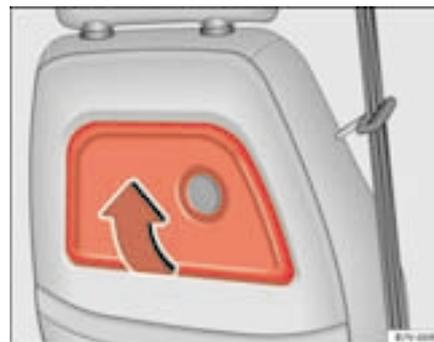

Abb. 107 Klapptisch am rechten Vordersitz
- Klappen Sie den Tisch in Pfeilrichtung ⇒ Abb. 107 nach oben, bis er einrastet.
- Drücken Sie den Tisch entgegen der Pfeilrichtung ⇒ Abb. 107 nach unten, bis er einrastet.